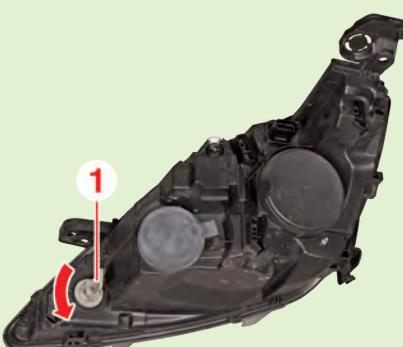

Fig.1
- Tourner le porte-ampoule (1) dans le sens antihoraire et l'extraire de son logement (Fig.1).